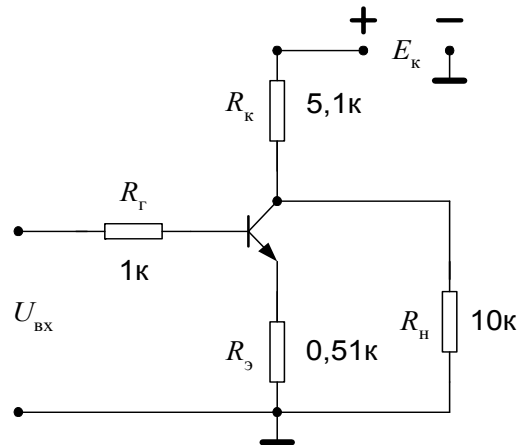

Рис. 21. Схема усилительного каскада с общим эмиттером
2. Рассчитать основные параметры усилительного каскада, схема которого приведена на рис. 21.